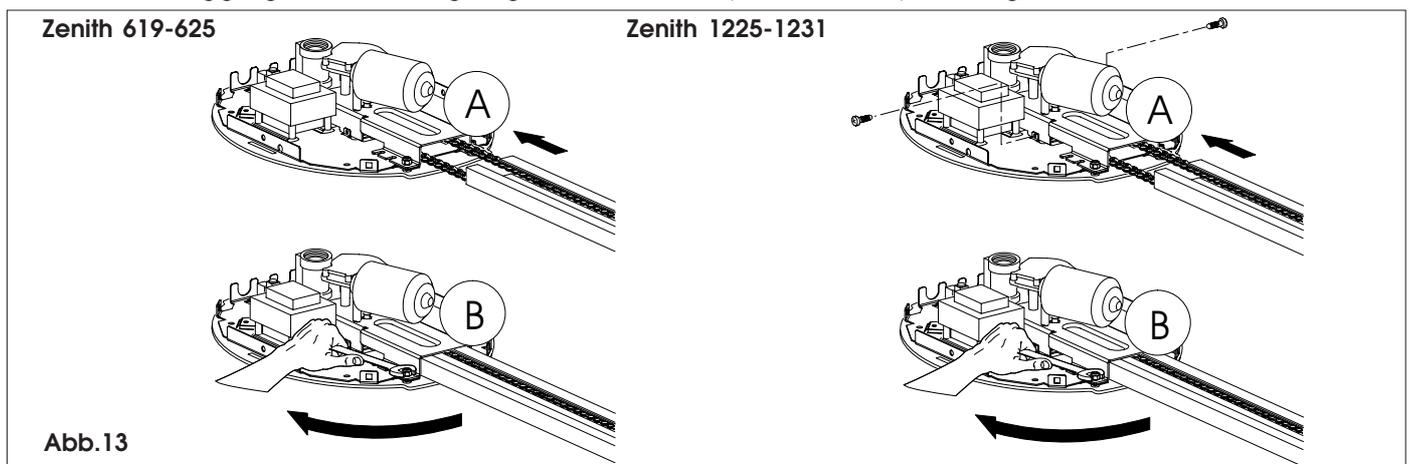

Abb.13
6.8 Das Motoraggregat ausrichten und den Längsträger gemäß Abb.13 (Bez.A) bis zum Anschlag einführen.
6.9 Das Motoraggregat mit einem geeigneten Schlüssel (Abb.13 Bez.B) befestigen.